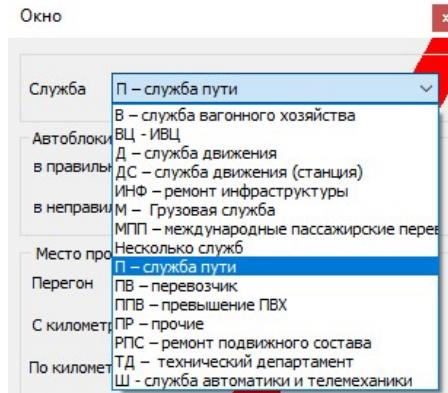

Рис. 188.
5. С помощью поля “служба” отнести «окно» на требуемую службу выбрав ее из списка (см. рис. 188).